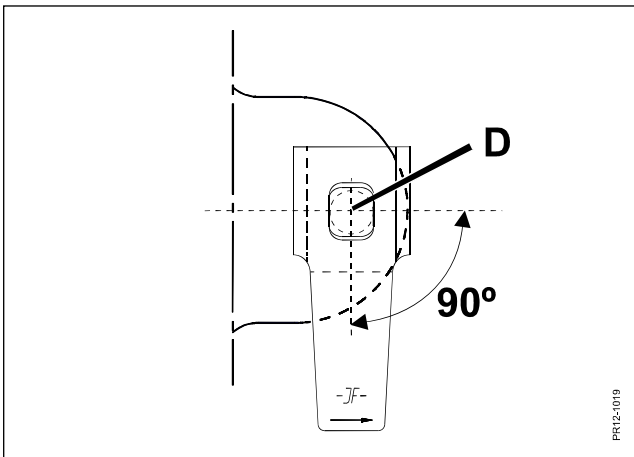

Fig. 5-6
- Fig. 5-6 Das Messer wird 90 Grad gegenüber der Arbeitsstellung gedreht und kann dann von dem Messerzapfen **D** befreit werden.
- Keine Unreinheiten zwischen dem Messerzapfen und der Anschlagfläche des Messer sind. Siehe Fig. 5-6.